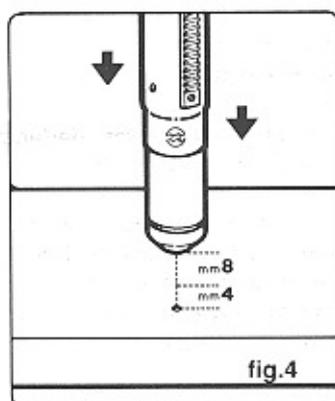

fig.4
- **nell'impiego in automatico** (vedi fig.4) tenere l'ugello distante 7/8 mm dal pezzo e se possibile dopo aver fatto il foro avvicinarlo a c.a. 4 mm. Non forare spessori superiori a 10/12 mm. Per spessori superiori è necessario preforare il materiale prima del taglio.